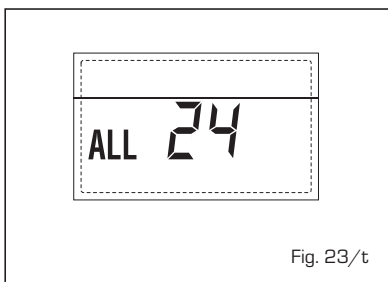

Fig. 23/t
- SOLARE S2 BOILER PROBE BREAKDOWN ANOMALY "ALL 25" (fig. 23/u)